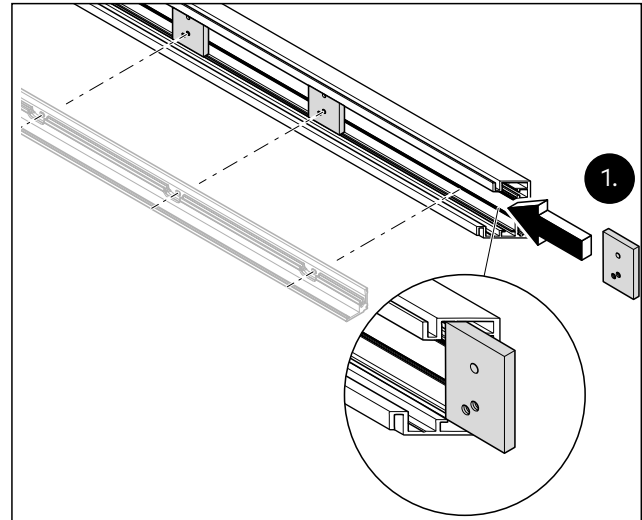

Abb. 15 Die Distanzstücke in die Teilstücke des Akustikelementrahmens für die Grundprofile einbringen
1. Die Distanzstücke so in die Teilstücke einbringen, dass für jede Bohrung am Grundprofil ein Distanzstück vorhanden ist (Abb. 15).